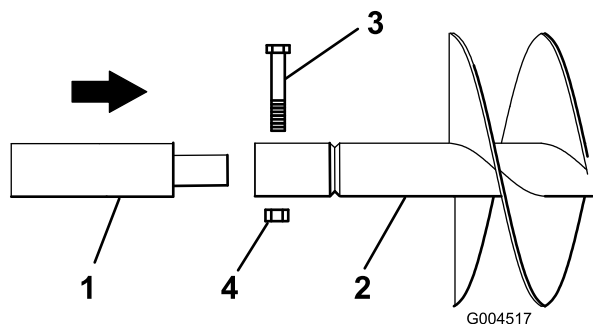

Figura 6
5. Se utilizzate un'estensione con la trivella, inserite l'estremità dell'estensione nell'estremità della trivella e fissate quest'ultima all'estensione con un bullone ($7/8 \times 4-1/2$ poll.) e un dado ($7/8$ poll.) (Figura 6).